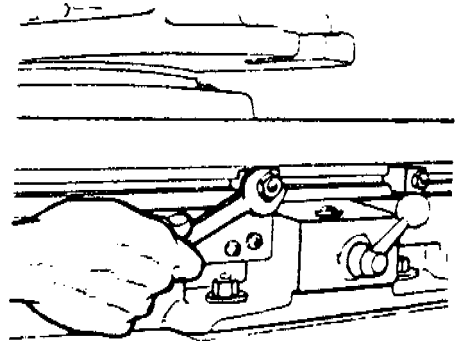

Figura 3
- g. Ubique y fije los topes ( Figura 3 ) para limitar el recorrido automático de la mesa.